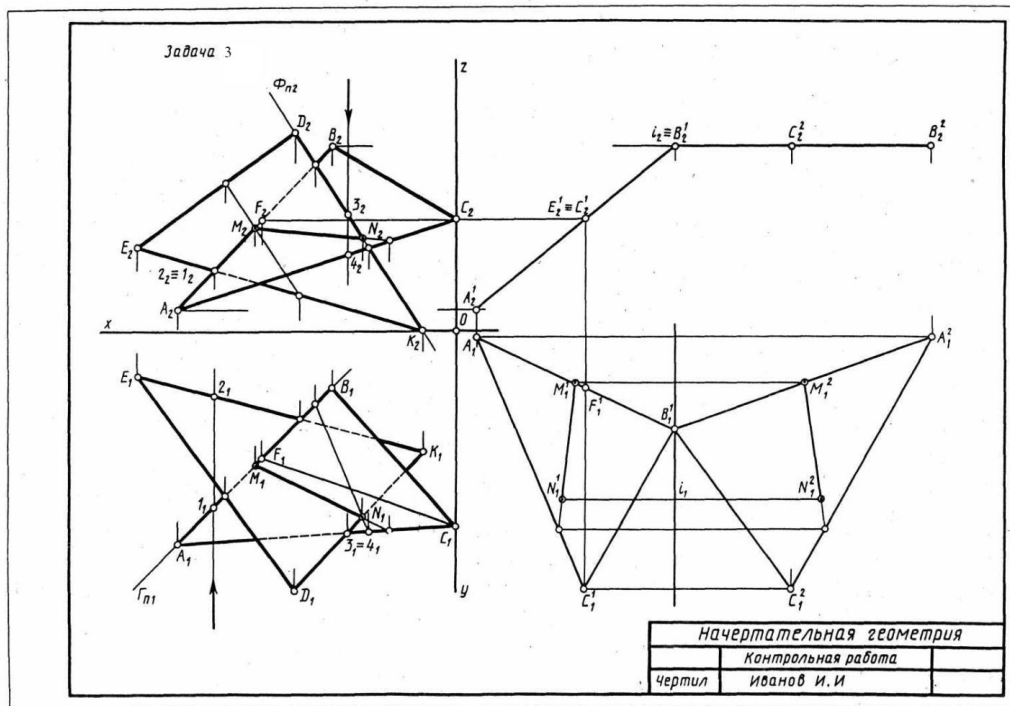

Рисунок 22 - Пример выполнения задания «Пересечение плоскостей»
**Задание 25.** Построить линию пересечения треугольников  $ABC$  и  $EDK$  и показать видимость их в проекциях. Определить натуральную величину треугольника  $ABC$  (рисунок 22).